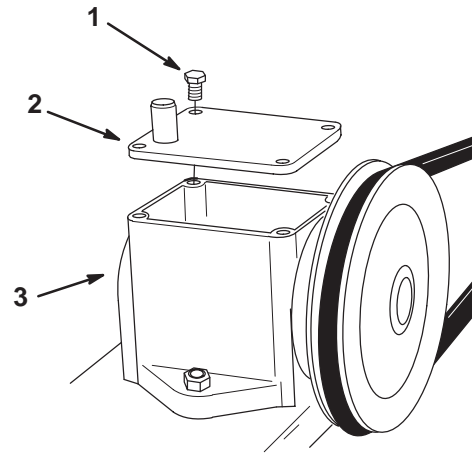

Bild 24
2. Schrauben Sie die Befestigungsschrauben der Getriebeabdeckung los und entfernen diese (Bild 24).
5. Befestigen Sie die Getriebeabdeckung wieder und schrauben dann die Befestigungsschrauben wieder fest (Bild 24).